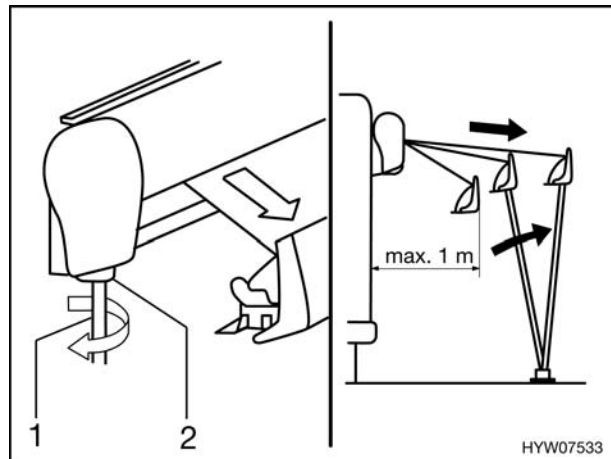

Bild 45 Markise ausfahren
- Die Kurbel (Bild 45,1) in die Bajonettfassung (Bild 45,2) der Markise stecken und entgegen dem Uhrzeigersinn drehen.